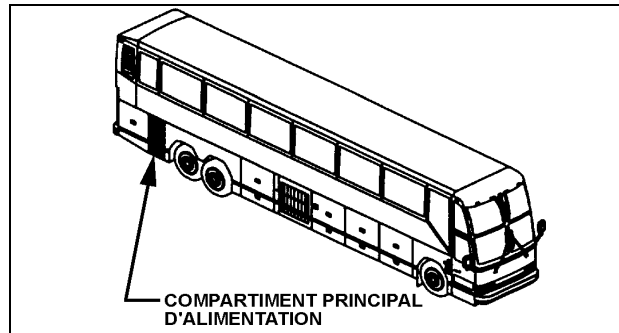

figure 1
1. Ouvrir la porte du compartiment principal d'alimentation (figure 1).